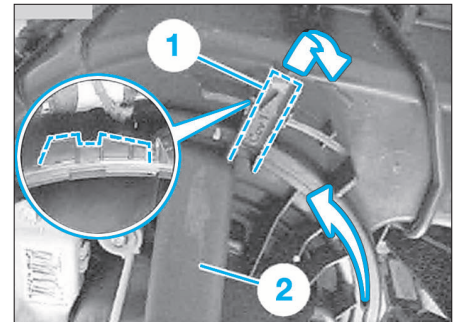

FIG. 7
- Soulever avec précaution la patte (1) et dégager le boîtier (2) en tournant dans le sens horaire (Fig.7).
- la patte (1) ne doit pas être endommagée (Fig.7)